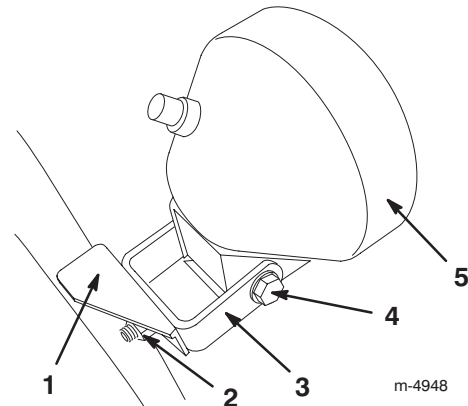

Figure 24
1. Desserrez les 2 écrous de l'étrier fileté qui fixent le support du phare au mancheron (Fig. 24).